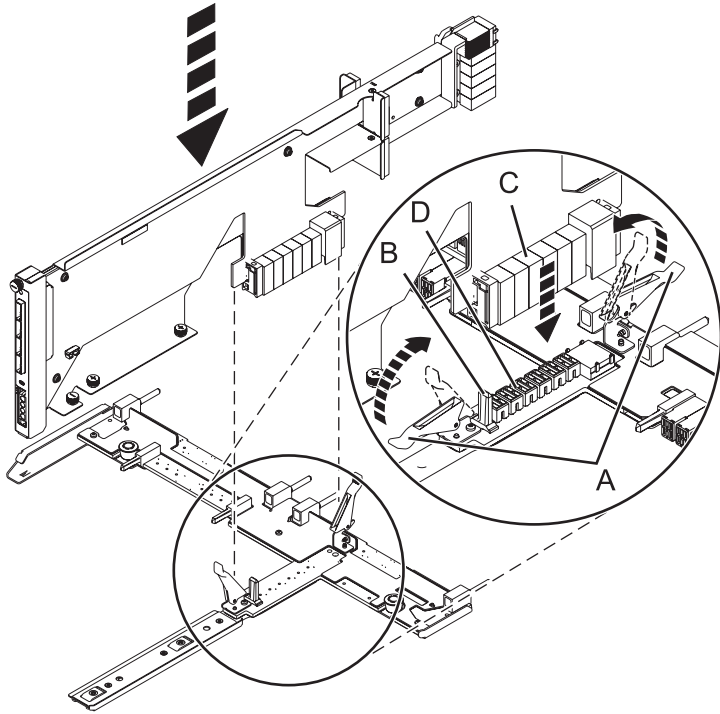

Figure 66. Installation de la carte d'extension SAS dans le fond de panier central
- a. Placez le connecteur de la carte (C) sur le raccord du fond de panier central (D) en vous aidant du guide (B) pour assurer un raccordement adéquat.
- b. Relevez le levier (A) pour insérer et fixer la carte d'extension SAS dans le fond de panier central, comme indiqué dans la figure 66, à la page 85.